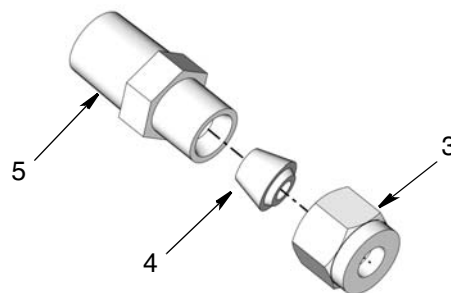

FIG. 2
3. Montare senza stringerli il dado del tubo (3), il puntale del tubo (4) e il raccordo (5) (FIG. 2).